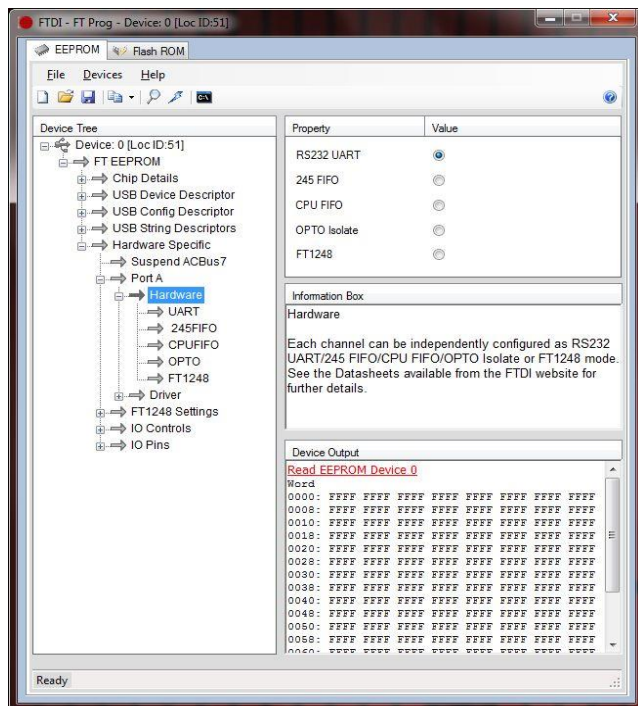

Fig. 1. FT232H nog ingesteld als RS232 UART.
- Start FT_PROG.EXE en klik op het vergrootglas. Resultaat: zie fig. 1.